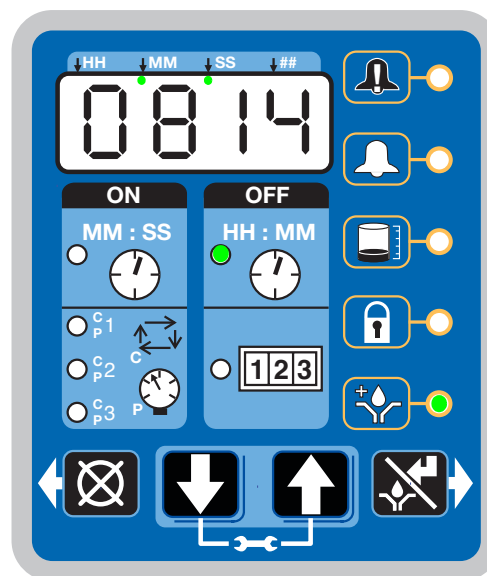

FIG. 49
- Le voyant à côté de l'horloge dans le champ OFF est allumé (FIG. 49).
- Le voyant de prélubrification s'allume (FIG. 49).
- L'affichage indique le temps restant jusqu'au début du cycle de lubrification. L'exemple illustré à la FIG. 49 montre qu'il reste 8 minutes et 14 secondes avant le début d'un cycle de lubrification.